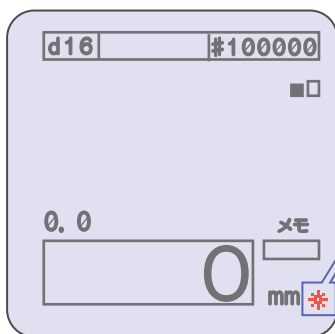

図5
- ↑キーを長押しすることにより、バックライトを点灯(\*)または消灯することができます。(図5参照)